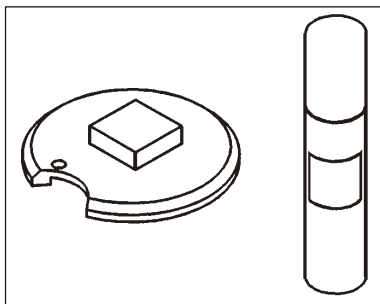

Fig. 19
- Fastgør prøven på prøvepladen med cyanoacrylatklæbemiddel (→ Fig. 19).